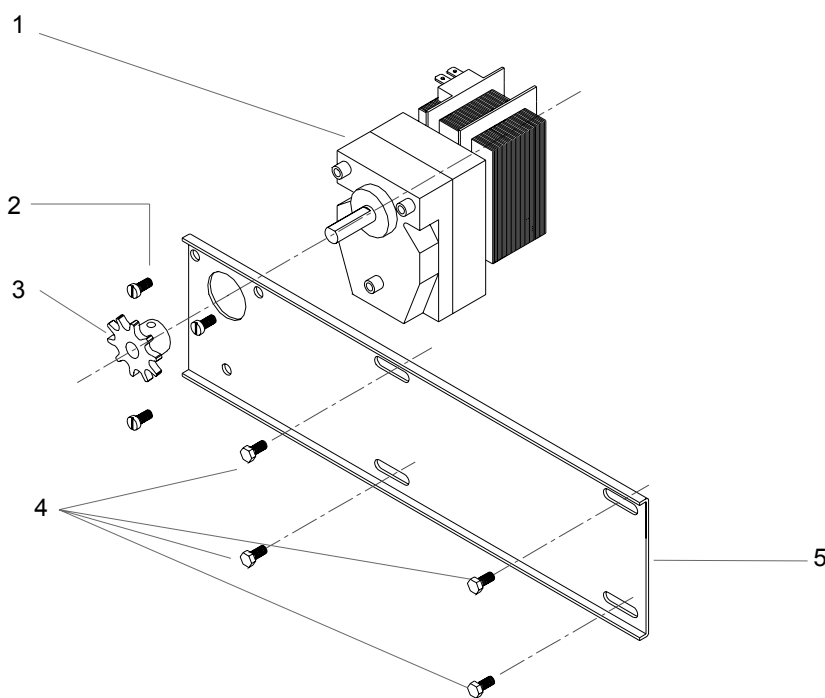

Fig.10
- Dévisser les vis (4) Fig 10, pour retirer la chaîne qui unit le pignon (3) à l'axe de la première broche.
- La chaîne retirée ôter les vis (4) pour retirer le support de moteur (5) près du moteur réducteur.
- Dévisser la vis qui fixe le pignon (3) à l'axe du moteur réducteur pour l'oter de l'axe, dévisser les vis (2) pour démonter le moteur réducteur du support.
- Tirez des commandes (4) Fig 10 des interrupteurs en dehors, retirez le cache de commandes en dévissant toutes les vis qui le fixent, retirez les vis du cache postérieur et tirez le vers la gauche pour l'enlever. Otez l'entre-brûleur supérieur du tiroir qui contient la résistance à changer.